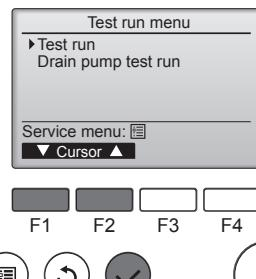

Fig. 8-2
- Dans le Menu essai de fonctionnement, sélectionnez "Test run" (Test fonctions) puis appuyez sur la touche [CHOIX]. (Fig. 8-2)